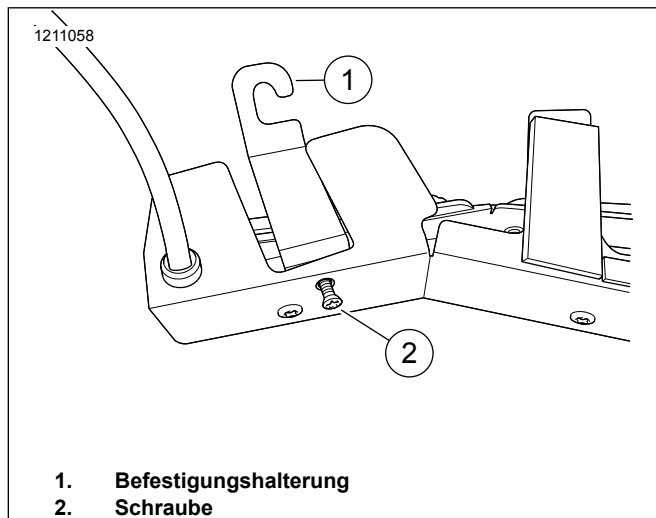

Abbildung 5. Halterung und Schraube
4. Siehe Abbildung 5. Die Befestigungshalterung (1) mit dem Winkel der Halterung nach oben in der Öffnung positionieren.